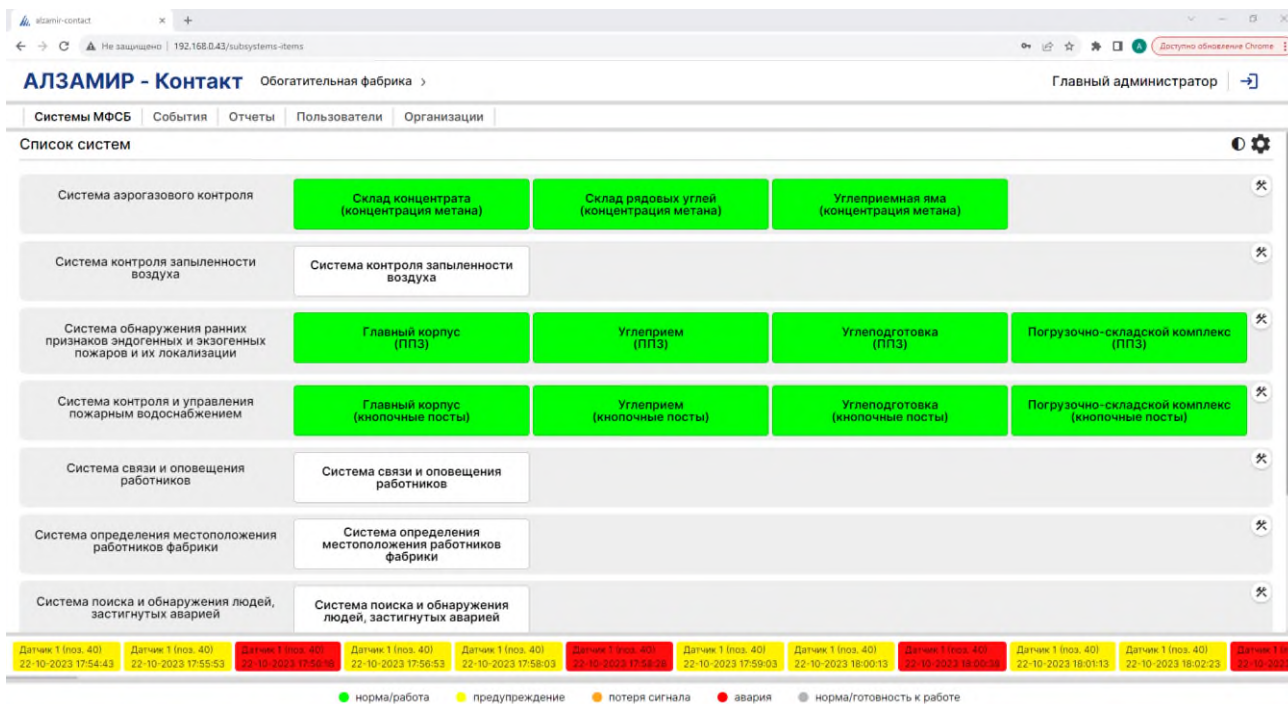

Рисунок 4.2.1 – Главная страница
После успешной авторизации в ПО вы попадаете на главную страницу МФСБ (рис. 4.2.1).
2. В появившемся выпадающем меню кликнуть по нужной организации (рис. 4.2.1).